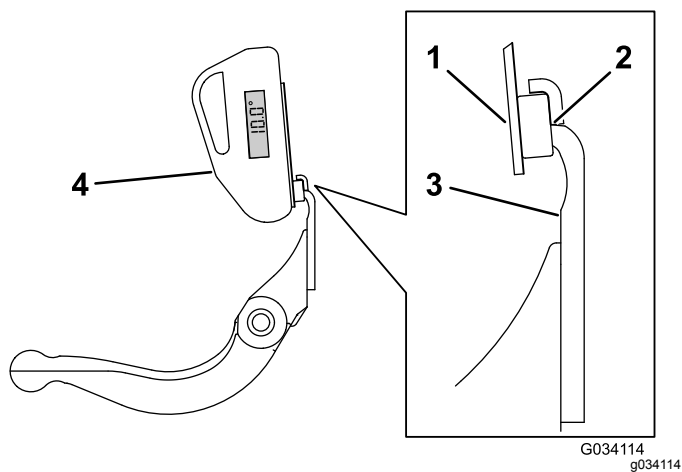

**Figura 27**
1. Coloque o indicador de ângulo no lado inferior da lâmina de corte, como se ilustra na Figura 27.